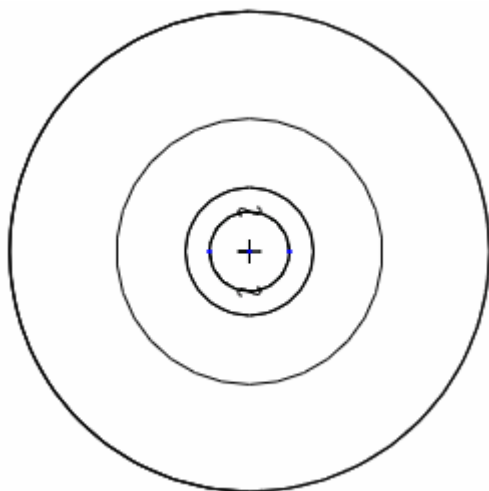

图 65-8
- (1) 单击 ，打开【草绘的基准曲线】对话框，单击【使用先前的】，单击【草绘】按钮进入草绘工作环境。
- (2) 使用“通过边创建图元”工具 ，选择步骤 4 建立的圆曲面的边线，如图 65-8 所示。